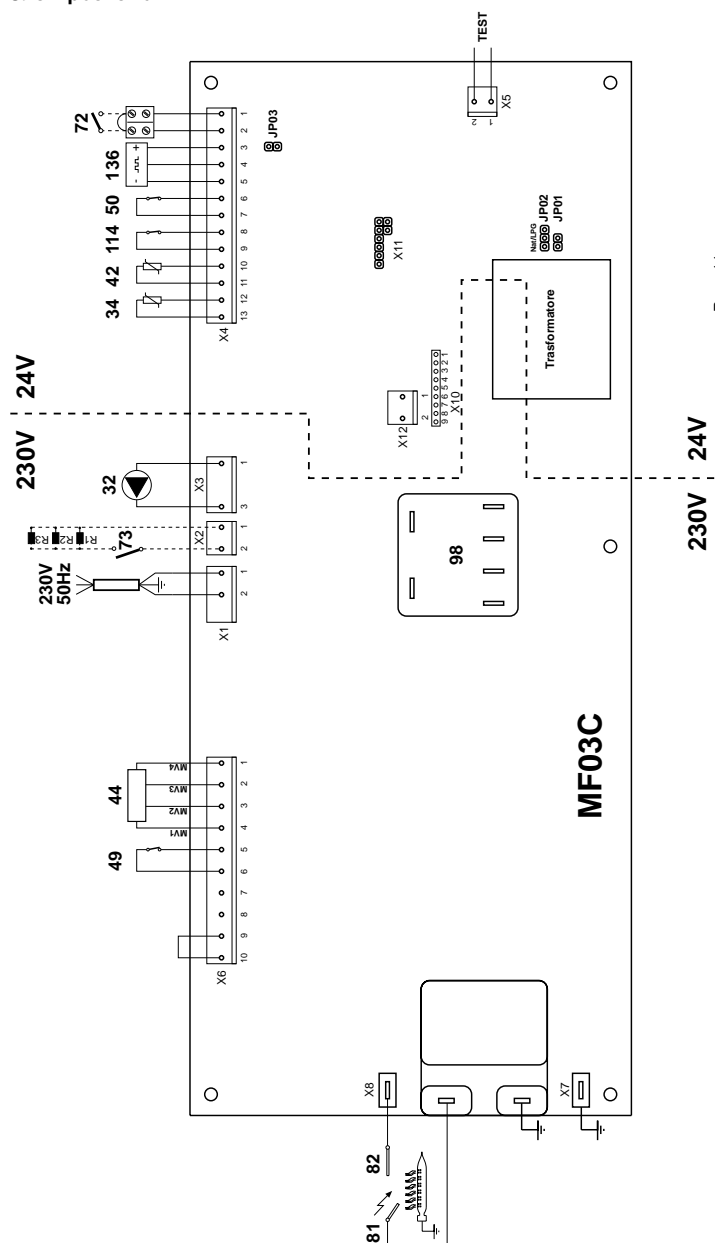

Рис. 11
На котле можно регулировать тепловую производительность топки и, следовательно, тепловую мощность, передаваемую воде системы отопления. Это делается исключительно путем регулировки основной горелки через электронную плату (рис. 11). На графиках (рис. 3-4) показано изменение передаваемой воде тепловой мощности в зависимости от изменения рабочего давления горелки. Возможность приведения мощности котла в соответствие с реальными потребностями отопления означает, прежде всего, снижение потерь и экономию топлива. Кроме того, при регулировке мощности, регламентированной также стандартом, котлы сохраняют значения КПД и характеристики сгорания почти без изменений.
Котел подключается к однофазной электросети 230 В - 50 Гц с установкой между котлом и сетью плавких предохранителей в 3А максимум и двухполюсного выключателя с зазором между контактами как минимум в 3 мм. Обязательно подключить котел к эффективной заземляющей установке. Под электрической коробкой имеется трехполюсный клеммник для подключения котла к сети (230 В - 50 Гц) и двухполюсный клеммник для подключения, при необходимости, термостата помещения. Для выполнения подключения отвинтить винт, крепящий отделение с клеммниками, и подсоединить провода, соблюдая положение клемм. Напоминаем, что между контактами термостата помещения имеется низкое напряжение (24 В). Электрические подключения должны выполняться по схеме приведенной на рис. 11.
Подключить термостат (72) как показано на рис. 11.